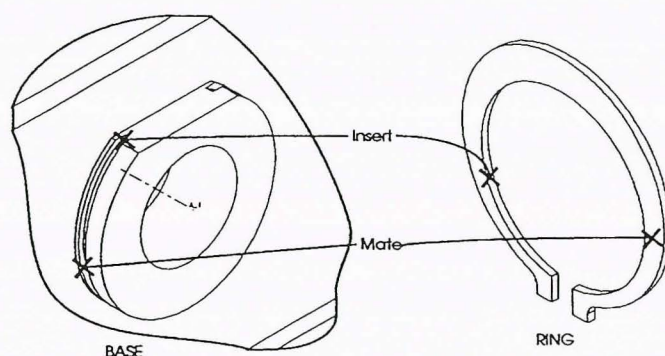

Figure 25-14
1. Choisissez **Assembler (Assemble)** et entrez le nom de la pièce [**ANNEAU**]. Reportez-vous à la Figure 25-14 pour la sélection des contraintes d'assemblage sur chaque composant.